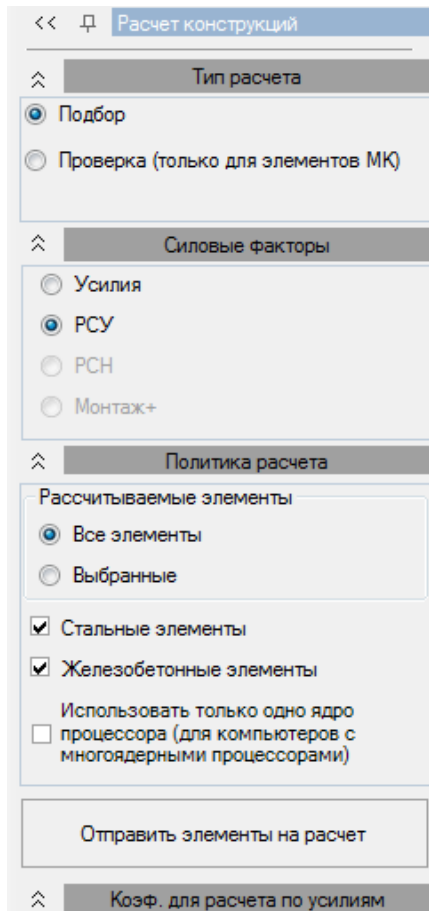

Рис. 127. Проектировочный расчет конструкции.
- В **Политике расчета** поставить галочку **Все элементы** (рис. 127).